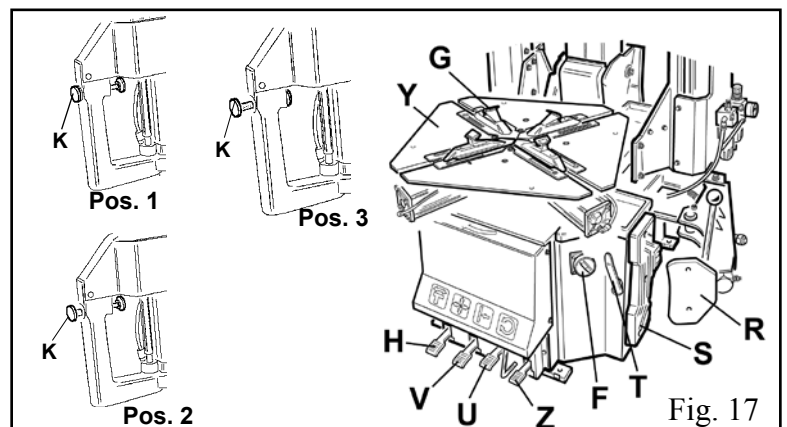

Fig. 17
Hebel in dieser Position halten; Zentriertisch (Y) durch konstanten Pedaldruck (Z) im Uhrzeigersinn drehen lassen, bis der Reifen komplett aus der Felge hervorgetreten ist (Abb. 17)